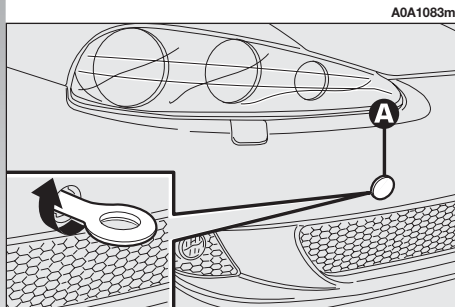
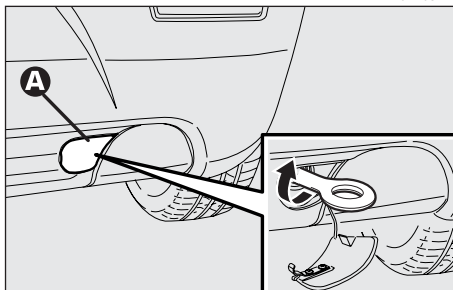

fig. 52
fig. 53
- Rimuovere il coperchietto (A) inserito a pressione sul paraurti anteriore (fig. 52) o posteriore (fig. 53). Per questa operazione, nel caso si utilizzi il cacciavite in dotazione con lama a punta piatta, occorre proteggere la punta stessa con un panno morbido, al fine di evitare l'eventuale danneggiamento della vettura.